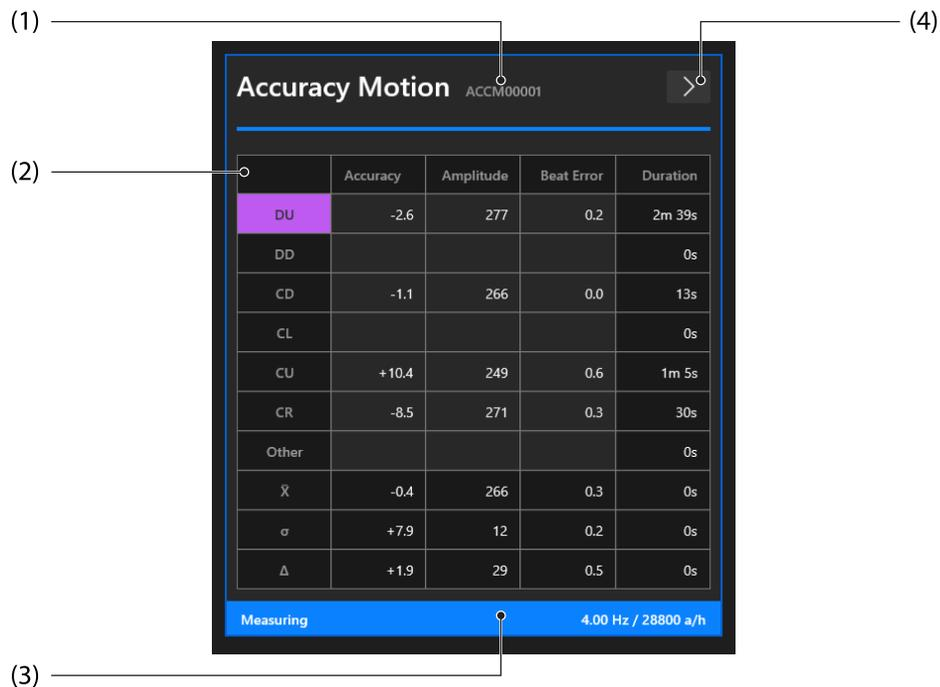

FIG. 6-4 - Accuracy Motion (Geräteübersicht)
- A. Klicken Sie auf die Schaltfläche **Detail views** (4) des Fensters **Device overview** (siehe ABB. 6-4). In der **detail view** können Sie die aktuellen Messwerte Ihrer Uhr analysieren. Sie können verschiedene Ansichten auswählen, um eine bessere Übersicht über die Daten zu erhalten.